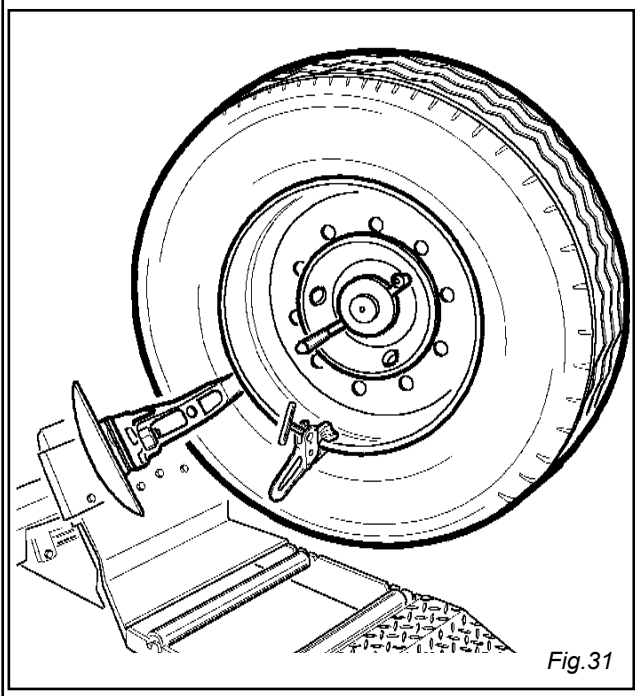

Fig.31
15) Far ruotare il pneumatico in senso orario fino a portare la pinza nel punto più basso. Anche il secondo tallone dovrebbe essere inserito nel cerchio. (Fig. 31)
15) Let the tyre turn clockwise until the pliers is in its lowest point. Second bead should be set in position too. (fig.31)